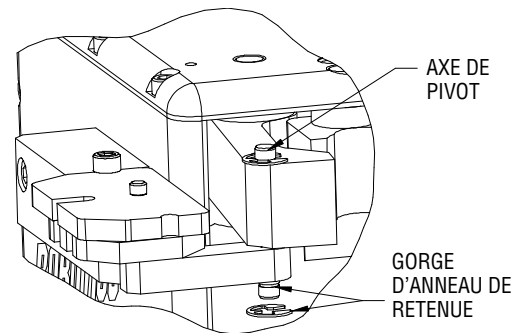

Figure 5: Axe de Pivot en Place
6. Maintenir l'axe de pivot en position de façon à ce que l'étrier de retenue retiré à l'étape 3 puisse être remis en place. Voir la Figure 5.